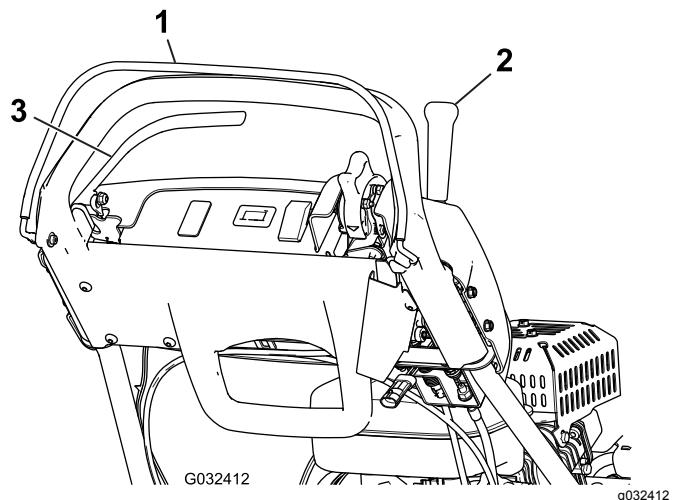

Figure 31
- Relâchez la commande OPC et essayez d'engager le levier de commande de déplacement (Figure 31). Le levier de commande de déplacement ne doit pas s'engager. Si le levier de commande de déplacement s'engage, le système de sécurité doit être révisé. Remédiez au problème avant d'utiliser la machine ; voir Entretien du contacteur de sécurité de déplacement \(page 33\).
4. Appuyez sur la commande OPC et engagez le levier de commande de déplacement, puis relâchez la commande OPC (Figure 31). Le levier de commande de déplacement doit s'engager. Si le levier de commande de déplacement ne s'engage pas, le système de sécurité doit être révisé. Remédiez au problème avant d'utiliser la machine ; voir Entretien du contacteur de sécurité de déplacement \(page 33\).
5. Après avoir appuyé sur la commande OPC et déplacé le levier de changement vers la gauche, engagez le levier de commande de déplacement et du cylindre, puis relâchez la commande OPC (Figure 31). Le levier de commande de déplacement doit s'engager. Si le levier de commande de déplacement ne s'engage pas, le système de sécurité doit être révisé. Corrigez le problème avant d'utiliser la machine.; voir Entretien du contacteur de sécurité de déplacement \(page 33\) ou Réglage de la commande du cylindre \(page 36\).
6. Après avoir appuyé sur la commande OPC et déplacé le levier de changement vers la gauche pour engager la commande de déplacement et du cylindre, déplacez le levier de changement vers la droite pour désengager la commande du cylindre (Figure 31). La commande du cylindre doit se désengager. Si l'entraînement du cylindre ne se désengage pas, le système de sécurité doit être révisé. Corrigez le problème avant d'utiliser la machine.; voir Réglage de la commande du cylindre \(page 36\).
2. Appuyez sur la commande OPC, engagez le levier de commande de déplacement et amenez les commandes du moteur en position de démarrage (Figure 31). Essayez de mettre le moteur en marche. Le moteur ne doit pas démarrer. Si le moteur démarre, le contacteur de sécurité est défectueux. Remédez au problème avant d'utiliser la machine. Voir Entretien du contacteur de sécurité de déplacement \(page 33\).
2. Appuyez sur le levier de commande de déplacement, serrez le frein de service et amenez les commandes du moteur en position de démarrage (Figure 31), puis essayez de démarrer le moteur. Le moteur doit démarrer. Si le moteur ne démarre pas, le contacteur de sécurité doit être révisé. Remédez au problème avant d'utiliser la machine ; voir Entretien du contacteur de sécurité de frein \(page 33\).
3. Moteur en marche, serrez le frein de service (pas le frein de stationnement), appuyez sur la commande OPC et engagez le levier de commande de déplacement (Figure 31). Le moteur doit alors peiner pour faire avancer la machine mais ne doit pas s'arrêter. Si le moteur s'arrête immédiatement, le contacteur de sécurité est défectueux. Remédez au problème avant d'utiliser la machine ; voir Entretien du contacteur de sécurité de frein \(page 33\).
4. Moteur en marche, serrez le frein de stationnement, appuyez sur la commande OPC et engagez le levier de commande de déplacement (Figure 31). Le moteur doit s'arrêter. Si le moteur ne s'arrête pas, le contacteur de sécurité est défectueux. Remédez au problème avant d'utiliser la machine ; voir Entretien du contacteur de sécurité de frein \(page 33\).